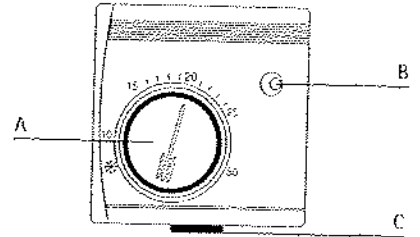

fig.1 - εικ.1
- A = Manopola impostazione temperatura (fig.1)